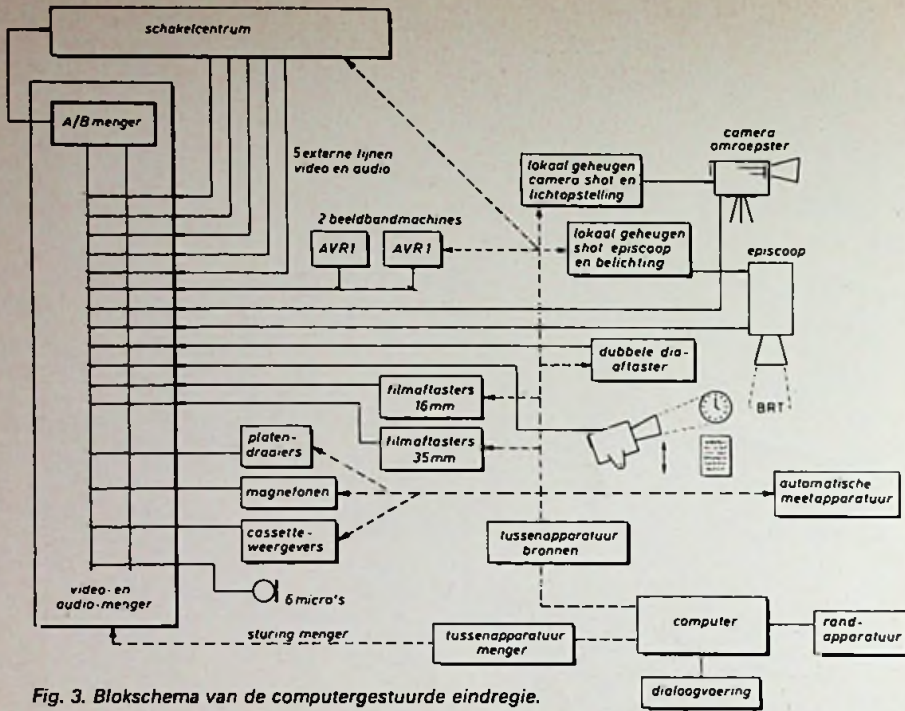
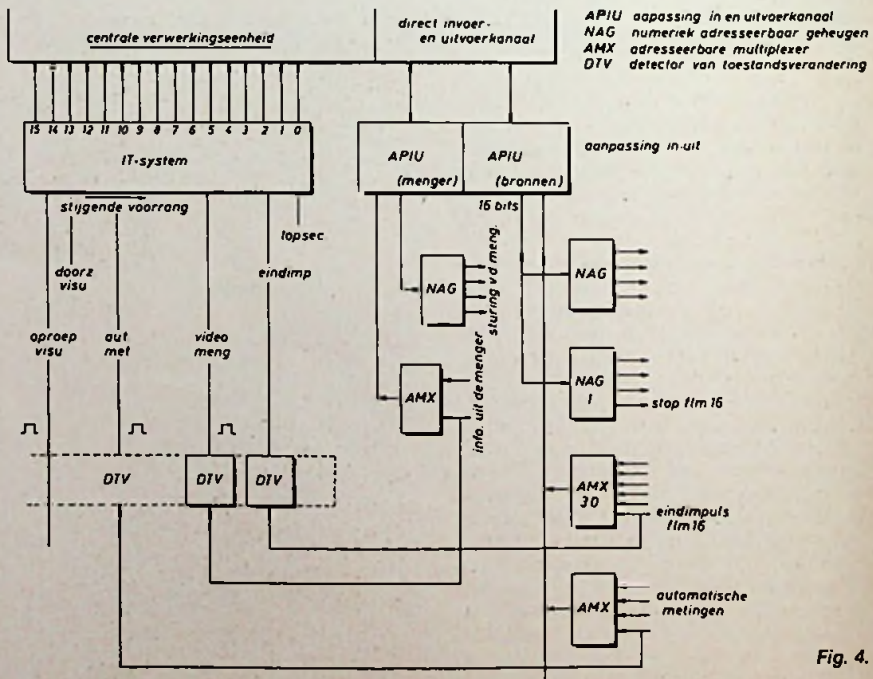
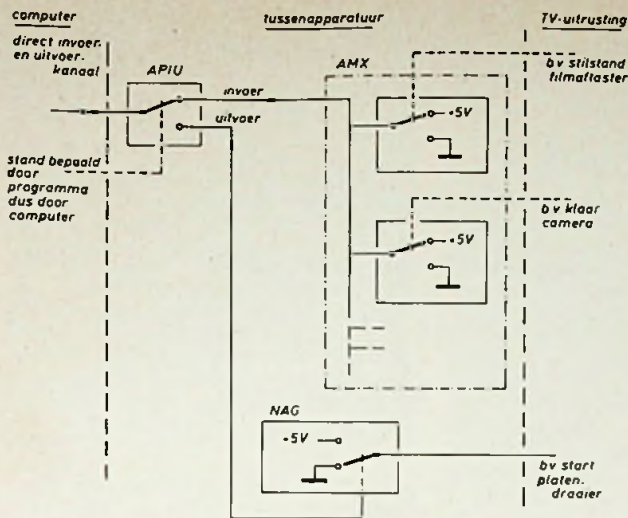
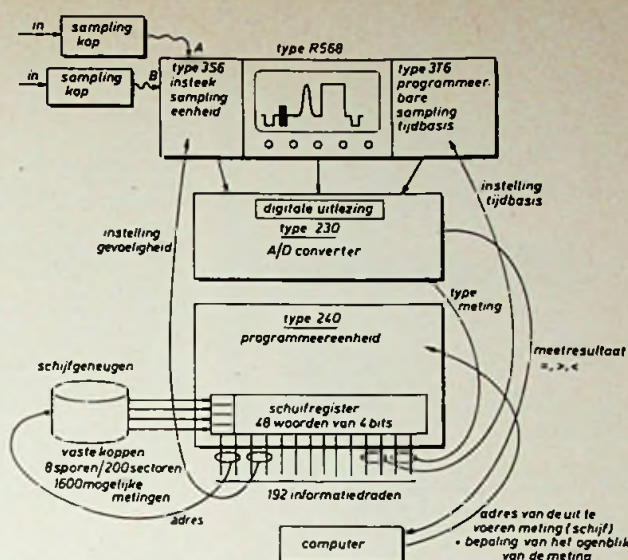

Fig. 3. Blokschema van de computergestuurde eindregie.
Fig. 4.
Fig. 5. Informatie-overdracht tussen computer en TV-uitrusting.
Fig. 6. Blokschema van de installatie voor automatische metingen.
De lineaire variabele versterkingskarakteristiek kan worden verkregen door ervoor te zorgen, dat  $I_{C1}$  of  $I_{C2}$  een lineaire functie is van  $\Delta V$ . Dit en temperatuurstabiliteit volgt uit fig. 3. De transistoren TS1 t/m TS4 zijn geïntegreerde differentieële
Fig. 3. Lineariteit en temperatuurstabilisatie van de variabele versterkingsregeling wordt verkregen door een extra OpAmp en een tweede verschilversterker toe te voegen.
Fig. 4. Complete schakeling van de versterker met variabele versterkingsregeling, opgebouwd uit standaard IC's. Een DC versterker (TS5 en 6) werd toegevoegd om de gemeenschappelijke spanning over de uitgang van de versterkings controle schakeling (TS1 en 2) te verwijderen.
Indien een gemeenschappelijke versterker wordt gebruikt aan de uitgang, dan is de versterking  $A_{CM}$ , vermenigvuldigd met vergelijking (20) en (21). Een volledige versterker, ontworpen met CDR-technieken, is voorgesteld in fig. 4 met TS5 en TS6 gebruikt als gemeenschappelijke versterker.  $V_{CM}$  heeft een berekende
Afb. 1 en 2 en het blokschema van fig. 3 geven een indruk van de samenstelling van het eindregie-ensemble.
In deze kamer bevinden zich de niet-geluidloze beeldweergevers, nl. de 2 beeldbandweergevers (AVR-1 van Ampex), de twee 16 mm-filmafstasters, de drie 35 mm-filmafstasters en de dubbele diapositiefastaster (2 x 20 dia's). Al het filmafstastermateriaal is afkomstig van Thomson-CSF, die trouwens ook de volledige installatie heeft gerealiseerd. De filmafstasters zijn van het lichtstipafstastype. Het moderne ervan is, dat ze zijn gekoppeld met individuele controlelessenaars (afb. 3), welke het mogelijk maken, de eventueel tijdens een technische controlevisie van de films vooraf bepaalde en ingeposte kleurcorrectie tijdens de uitzending automatisch weer te geven. De overgang van de ene kleurcorrectie naar de andere wordt bepaald door telling van het aantal voorbijgelopen perforaties van de film. De correctie-omschakeling vindt plaats tijdens de rasteronderdrukking.
De hier opgestelde kleurencamera (afb. 4) is de TTV-1515 van Thomson-CSF, die hetzij lokaal, hetzij afstandbediend kan worden ingesteld. Vóór het zoomobjectief kan een halfdoorschijnende/weerkaatsende spiegel op 45° worden opgesteld, waarop door een diaprojector een decorbeeld kan worden geworpen, dat dan op een zeer directief weerkaatsend scherm wordt gericht. De omroepster bevindt zich voor dit scherm. Het geheel wordt door de camera via de spiegel opgenomen (zgn. front-projection).
Nagenoeg alle encoders (PAL), de beelduitsnijders (Blue-Key), de mengapparatuur, de intercomcentrale, het automatische meetsysteem, de technische controlelesenaar, de tussenapparatuur en de computer, de karaktergeneratoren en de computerrandapparaten zijn samengebracht in één grote kamer (afb. 5), juist onder het schakelcentrum, waardoor de kabelverbindingen kort worden gehouden. De computer is het door de Amerikaanse firma XDS ontworpen type 10020, dat in Frankrijk in licentie wordt gebouwd door CII, (Compagnie Internationale pour l'Informatique) (afb. 6). Het is een computer die is bestemd voor real-time toepassingen en wetenschappelijk rekenwerk. Hij heeft een cyclustijd van 450 nanoseconden, een centraal geheugen van 24 K (24 576 woorden), woorden van 16 bits en een schijfgeheugen met een capaciteit van 800 000 octaden. Verder beschikt hij
Boven: afb. 3, midden: afb. 4.
Onder: afb. 5.
Alle bevelen en de retourinformatie verlaten de computer of bereiken hem langs het zgn. DIU (direct in- en uitvoerkanaal) fig. 4, d.i. een kanaal dat rechtstreeks in verbinding kan worden gesteld met de centrale verwerkingseenheid, hetgeen de snelste weg is voor de informatie-uitwisseling. Maar deze verwerkingseenheid blijft uiteraard niet continu op het DIU-kanaal aangesloten, omdat er dan geen tijd meer zou overblijven voor wat anders. Daarom zal de verwerkingseenheid door een zgn. „extern interruptiesysteem” worden gewaarschuwd, als er iets in de toestand van de TV-apparatuur is veranderd (bijv. een magnefoon die is gestart, een afstandbediening die werd doorgeschakeld, het afbreken van een film, het einde van een sequentie-overgang e.d.).
Naargelang de urgentie van het gebeuren zal er een (soft) programma met een bepaalde voorrang worden gestart, dat een e.v. aan de gang zijnd soft-programma met lagere voorrang zal onderbreken, vandaar de naam „interruptie”. In het geval van de geautomatiseerde eindregie bestaan er 16 verschillende externe interruptieniveaus, waarvan er een paar worden aangegeven op fig. 4.
In fig. 4 staan nog een paar blokken, die wel enige verklaring vereisen. De informatie uit het DIU-kanaal vloeit in twee richtingen via dezelfde aders (maar natuurlijk niet gelijktijdig); de computerbevelen uit en de TV-informatie naar de centrale verwerkingseenheid. De APIU zorgt door een soort van wisselsysteem (fig. 5), dat de uitgaande bevelen in de zgn. numerieke adresseerbare geheugens (NAG) terecht komen en dat de in-
Boven: afb. 6, rechts: afb. 7.
impuls op, welke door een AMX wordt geregistreerd, bijv. AMX-3 (fig. 4). De overeenkomende DTV merkt dat er iets is gewijzigd op AMX-3 en stuurt een IT-impuls naar de computer op het kanaal met voorrang 3. Het hieraan vastgehaakte computerprogramma gaat dan AMX-3 uitlezen en stelt vast dat er van de 16 mm-filmafaster in de uitzending een eindimpuls is gekomen, hetgeen betekent dat de film en derhalve ook de TV-sequentie ten einde loopt. Hij stuurt dan naar de meng-er via de overeenkomende APIU en de NAG een bevel tot overgang van rail A naar rail B of omgekeerd om de volgende TV-sequentie te beginnen. Als de overgang is geëindigd, verandert de toestand van de AMX die de informatie uit de meng-er toegevoerd krijgt. De overeenkomende DTV stuurt op het IT-kanaal met voorrang 5 een impuls. De computer leest dan de meng-er-AMX uit, constateert dat de overgang is geëindigd en stuurt vervolgens via de APIU (bronnen) naar NAG 1 een stopimpuls voor de 16 mm-filmafaster.
Om de tijdrovende en weinig boeiende metingen van preventief onderhoud ook te automatiseren, werd er een meetsysteem van Tektronix geïnstalleerd dat door de computer wordt gestuurd (afb. 8). Het blokschema van de meetinstallatie is in fig. 6 getekend. De werking ervan is